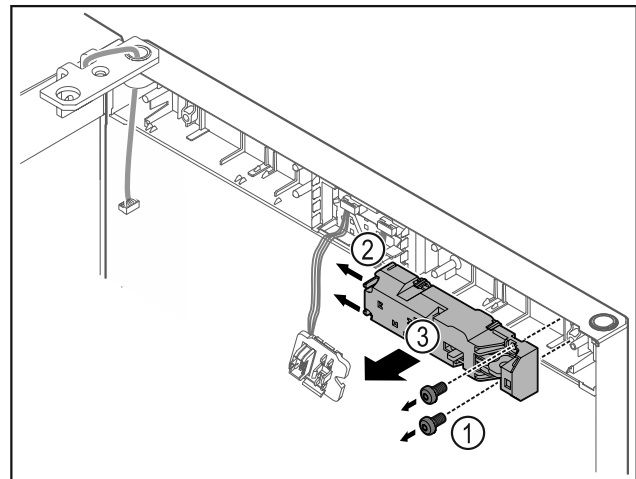

Fig. 17
- ▶ Wyciągnąć śruby Fig. 17 (1).
- ▶ Nacisnąć zaczepy Fig. 17 (2) do boku i zdjąć zdalną blokadę Fig. 17 (3).